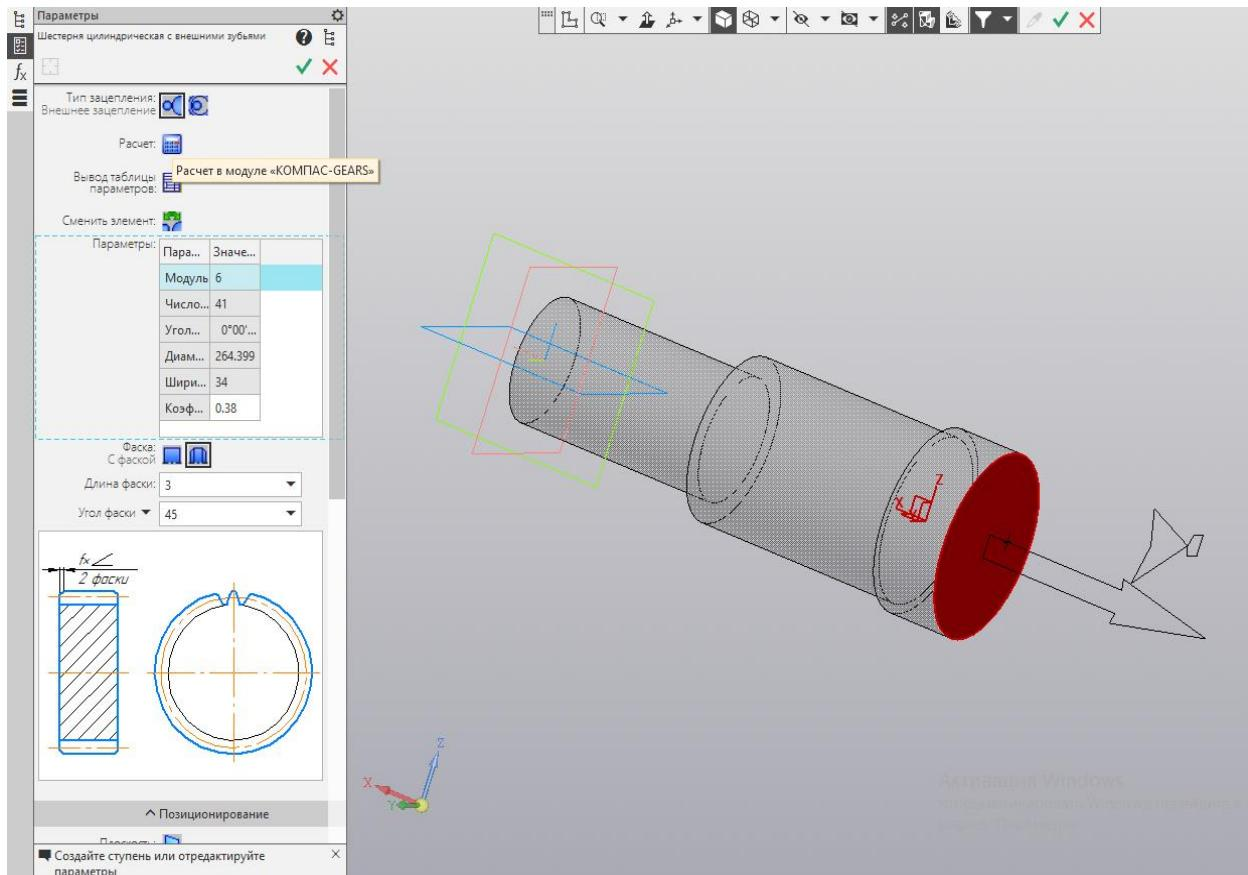

Рисунок 7 - Выбор плоской грани для построения зубчатой ступени вала-шестерни
- Для построения зубчатой ступени вала-шестерни в строке меню *Приложение* выберите команду *Механика – Валы и механические передачи 3D – Механические передачи – Шестерня цилиндрическая с внешними зубьями*. Укажите плоскую грань вала, от которой начнется построение проектируемого элемента (рисунок 7). В открывшемся окне *Параметры* выберите тип зацепления «Внешнее зацепление».